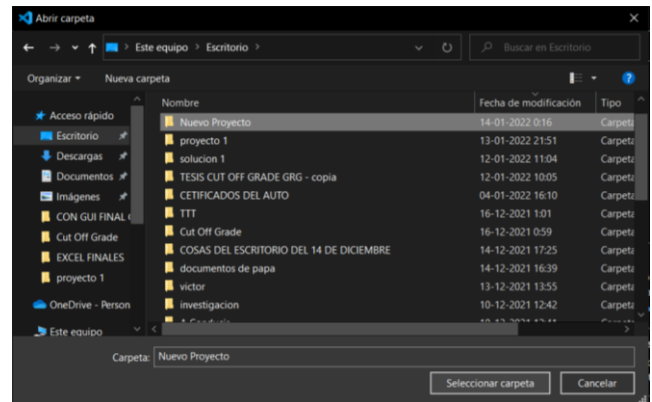

Figura 13: Selección de la carpeta de trabajo “Nuevo Proyecto”.
3. Se debe seleccionar la carpeta “Nuevo Proyecto” (ver Figura 13).